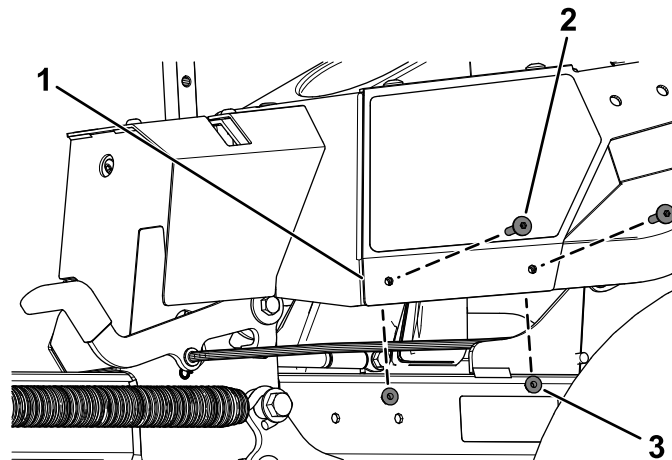

Figure 7
- A. Retirez les 2 vis Torx ( $\frac{1}{4}$ " x 1-5/16") et 2 contre-écrous ( $\frac{1}{4}$ ") du carénage gauche (Figure 7).